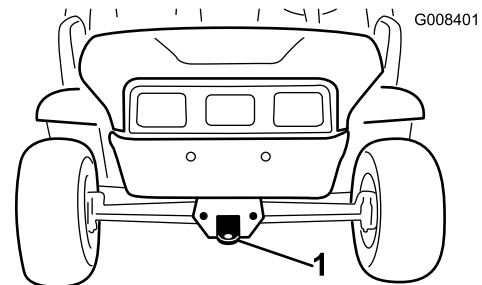
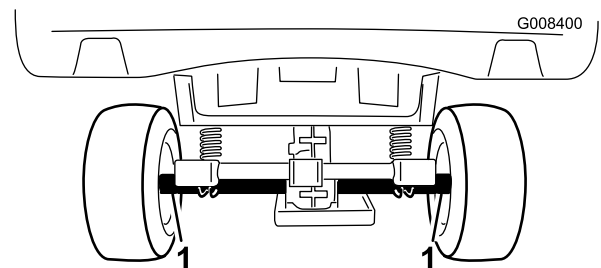

Bild 18
Bild 19
In **Bild 18** und **Bild 19** finden Sie die Vergurtungsstellen der Maschine.
2. Befestigen Sie ein Abschleppseil an der Zunge vorne am Maschinenrahmen (Bild 18).